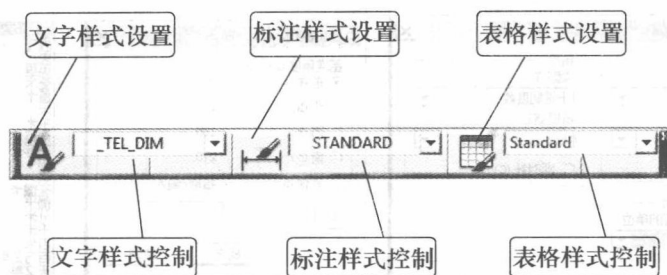

图 1-6 样式工具条
4. 样式工具条——功能如图 1-6 所示。主要功能是对与文字有关的样式设置,可以选择已有的样式,也可以重新设置,改变后只对之后的操作起作用。三种样式的设置是随图形文件一起保存的。